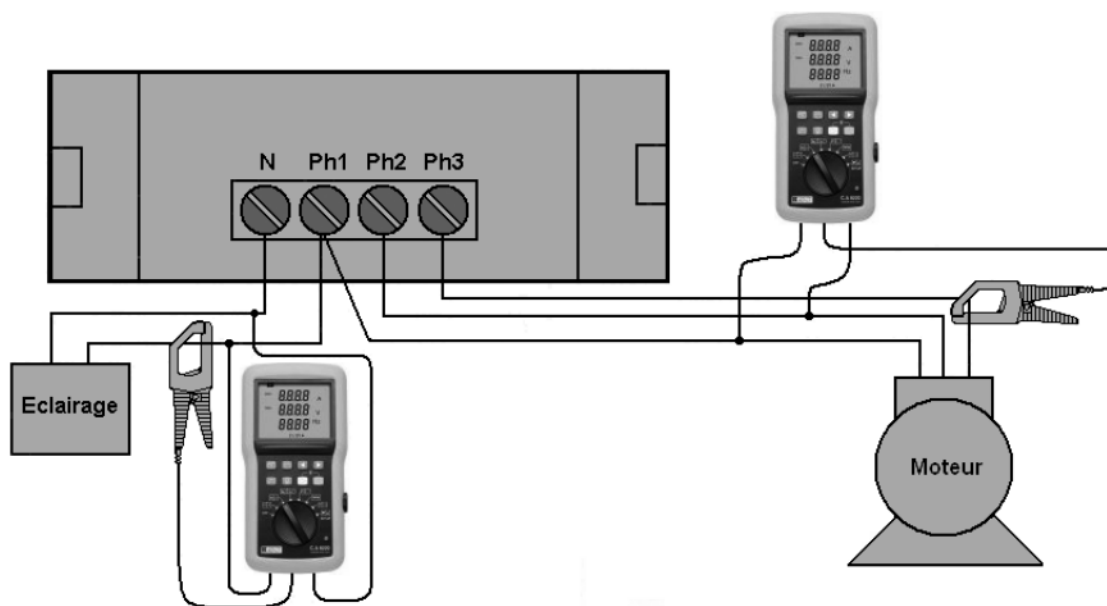

Figure 9.33 – Diagnostic sur installation.
- Diagnostic électrique complet (A, W, VA, Var, FP, U, Hz) monophasé et triphasé du départ de l'armoire jusqu'aux éléments avals raccordés, moteurs, chauffage, éclairage (*figure 9.33*).